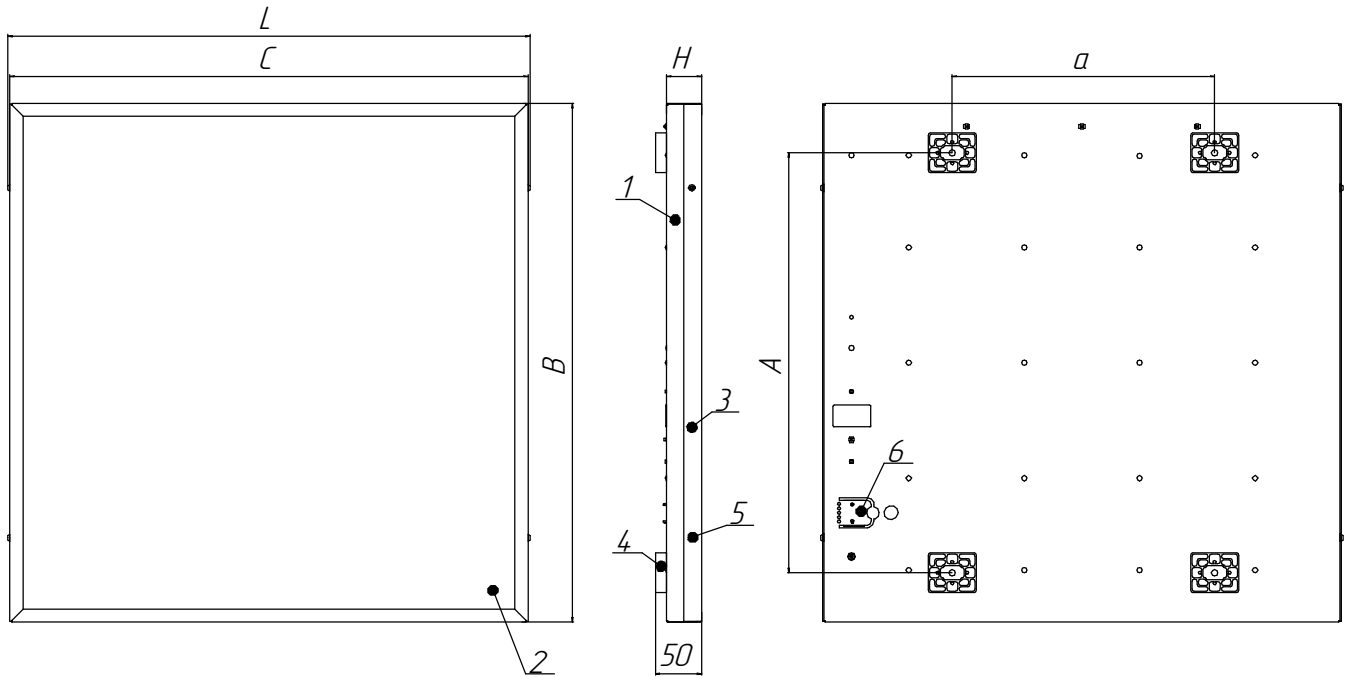

Рисунок 1 - Общий вид светильников
- 1) Снимите боковую планку поз.3, отвернув удерживающие ее винты поз.5 (см. рисунок 1).